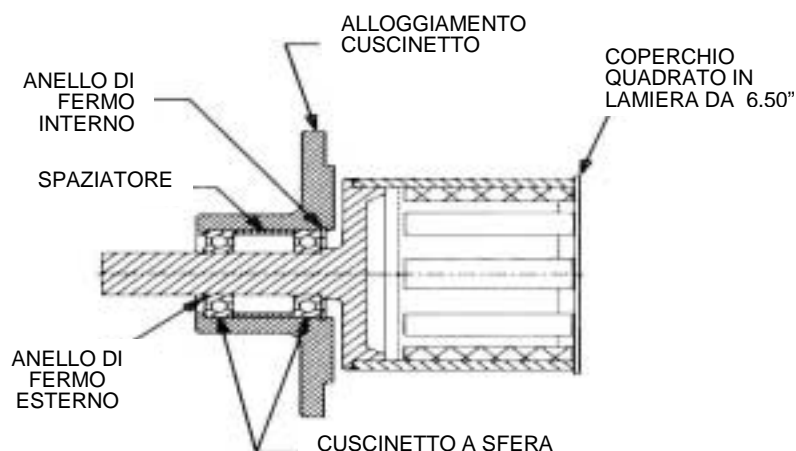

FIGURA 12
1. Fare riferimento alla **Figura 12** per l'identificazione delle parti. Coprire l'estremità aperta del magnete esterno con un pezzo di lamiera o di cartone. Questo terrà i corpi estranei lontani dalla zona del magnete. Metter il gruppo con la faccia sotto con l'albero rivolto verso l'alto e rimuovere le manopole.